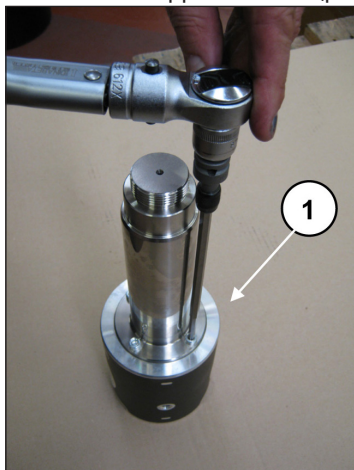

Fig. 41
Per separare lo stelo dal guida pistone occorre svitare le viti a testa cilindrica M6 mediante apposita chiave (pos. ①, Fig. 41).